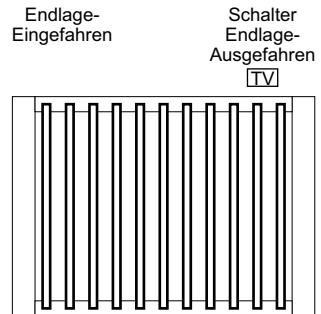

Abb.: 10.1 Lamellen ausgefahren
**Achtung! Der Winkel ist mit den Tasten des Handsenders „Wenden-schließen“ und „Wenden-öffnen“ nur dann einstellbar, wenn sich die Lamellen in der ausgefahrenen Position befinden und der Positionstaster TV betätigt ist. Siehe Abb. 10.1.**